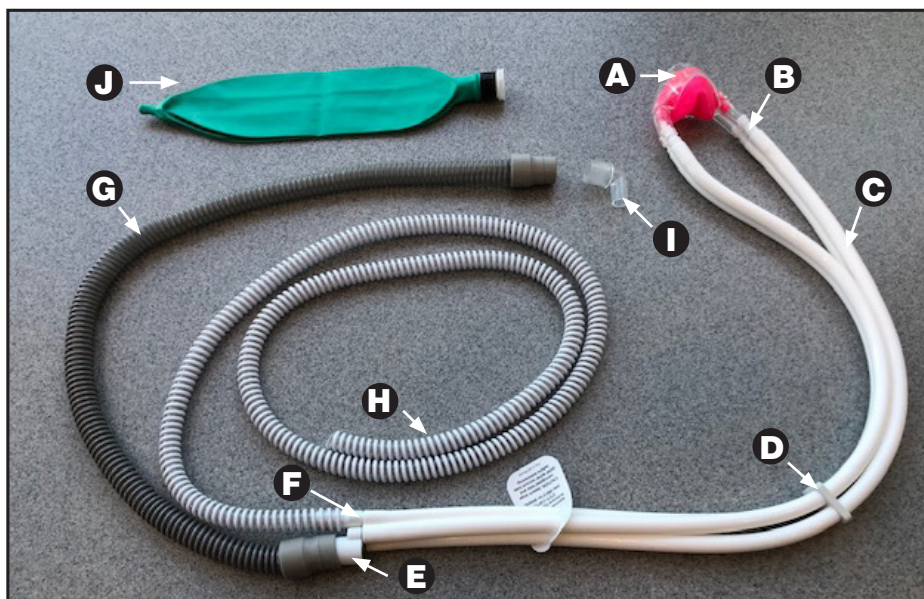
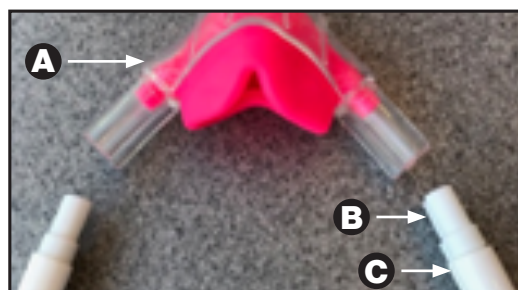

Figure 1
Figure 2
1. Assemble the circuits per Figure 1 and install the mask on the circuit per Figure 2.
1. Montieren Sie die Systeme gemäß Abbildung 1 und befestigen Sie die Maske gemäß Abbildung 2.